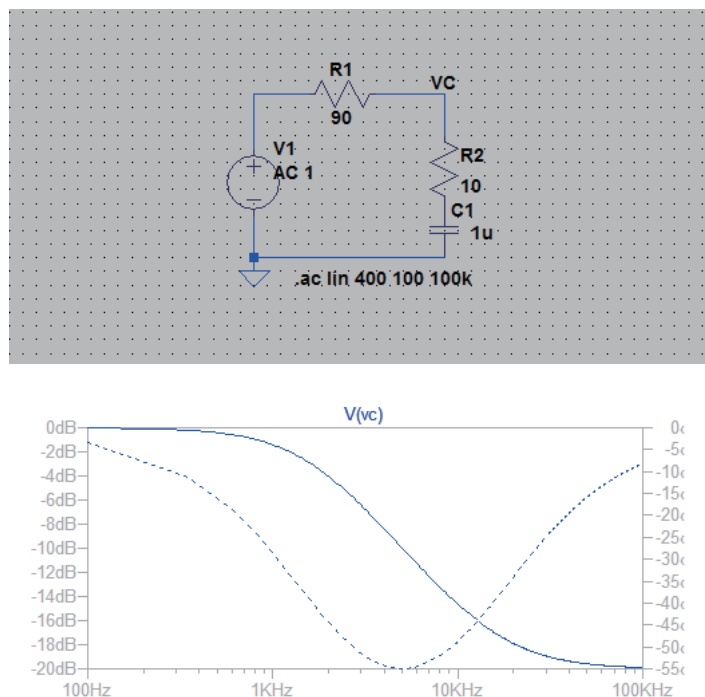

図 5.3: 零点をもつボード線図の計算例
3. 零点を含む例についても LTspice で伝達関数を計算 (図 5.3 参照)。